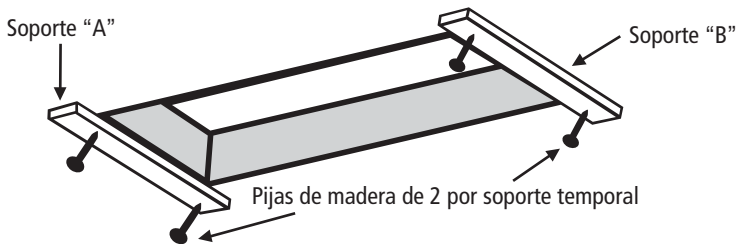
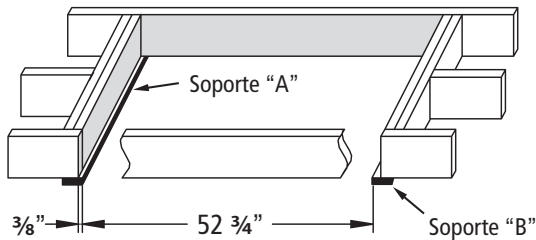

FIGURA 3
FIGURA 4: Vista desde arriba
- A. Añada soportes temporales “A” y “B” con pijas de 2 ½” como se muestra en la Figura 3. El soporte “A” debe estar situado en el extremo, donde se ubica la bisagra de la puerta de la escalera. El borde del soporte “A” deberá extenderse $\frac{3}{8}$ ” dentro de la abertura como se muestra en la Figura 4. Asegúrese de que ambas pijas penetren el cabezal por encima del techo.
- B. Mida desde el borde interior del soporte “A”, posicione y asegure el borde interior del soporte “B” a $52 \frac{3}{4}$ ” (Figura 4). Asegúrese de que ambas pijas penetren el cabezal por encima del techo.